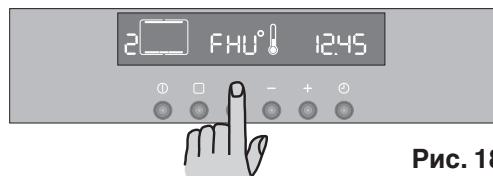

Рис. 18
- 1) Включите духовой шкаф, нажав кнопку **①**.
- 4) Нажмите кнопку **B**. Дисплей температуры покажет “FHU” (Рис. 18).